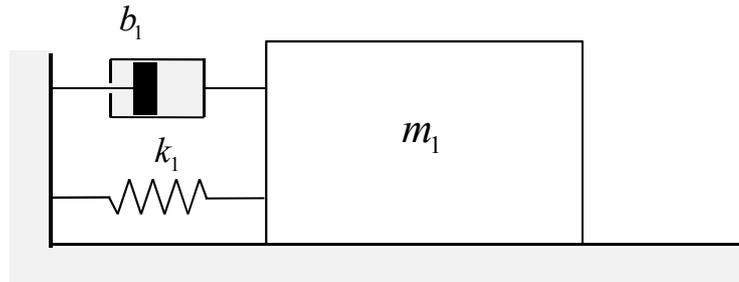

Figura 1.2: Diagrama del sistema mecánico.
Consideremos el sistema mostrado en la Figura 1.2, que consiste en un objeto de masa constante  $m_1$ , un muelle y un amortiguador. La pared lateral y el suelo se encuentran en reposo. El objeto desliza sin rozamiento sobre el suelo, y se encuentra unido a la pared lateral mediante el muelle y el amortiguador.
Describa en lenguaje Modelica el sistema mecánico mostrado en la Figura 1.2 de las dos maneras siguientes:
2. Programe una librería mecánica que contenga los componentes necesarios para componer el sistema mecánico de la Figura 1.2. A continuación, defina dicho sistema como un modelo compuesto, instanciando y conectando componentes de la librería que ha creado.